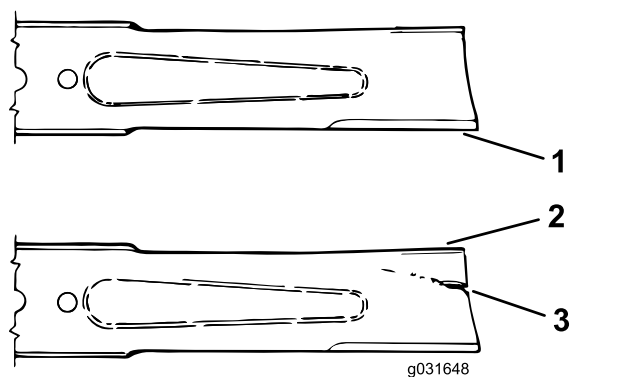

図 75
3. ブレードの切っ先を注意深く観察、特に、直線部と曲線部が交わる部分をよく観察する図 75。